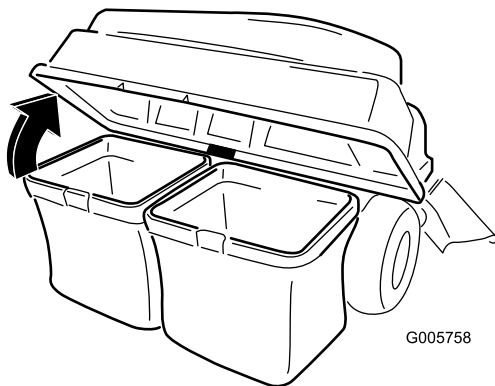

Figure 24
3. Ouvrez (soulevez) le couvercle du système de ramassage (Figure 24).